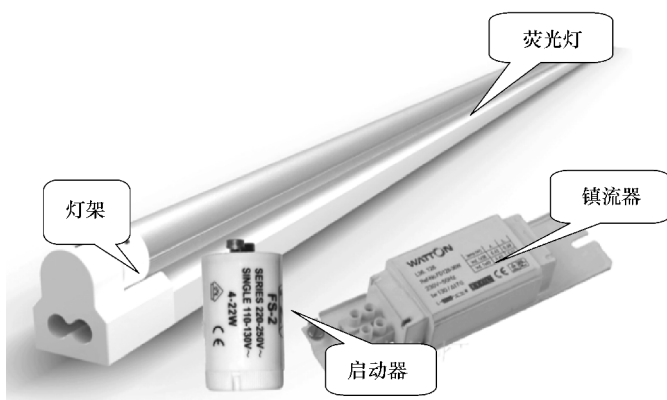

图 7-2 荧光灯及其配件
1) 在本案例中,选择的是适合使用电脑的荧光灯,36W 的直管型两盏荧光灯以及与之相匹配的灯架、启动器和镇流器,如图 7-2 所示。